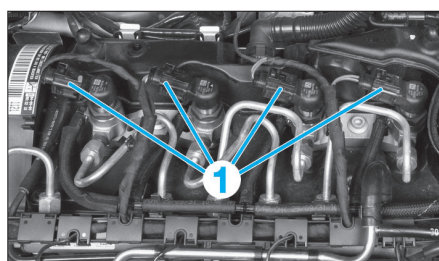

FIG. 81
- Débrancher les connecteurs (1) (Fig.81).